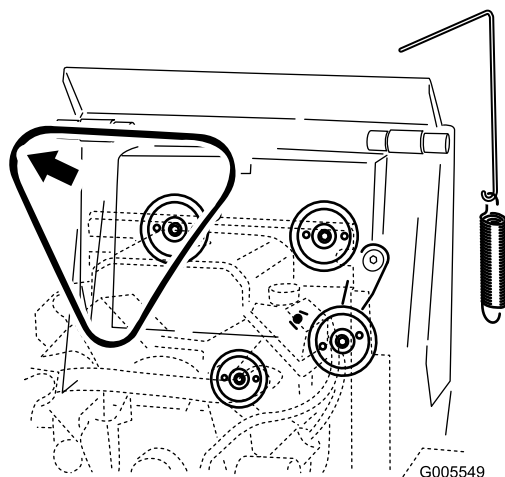

Bild 52
5. Nehmen Sie den Riemen von den drei Riemenscheiben ab (Bild 52).